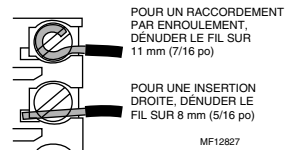
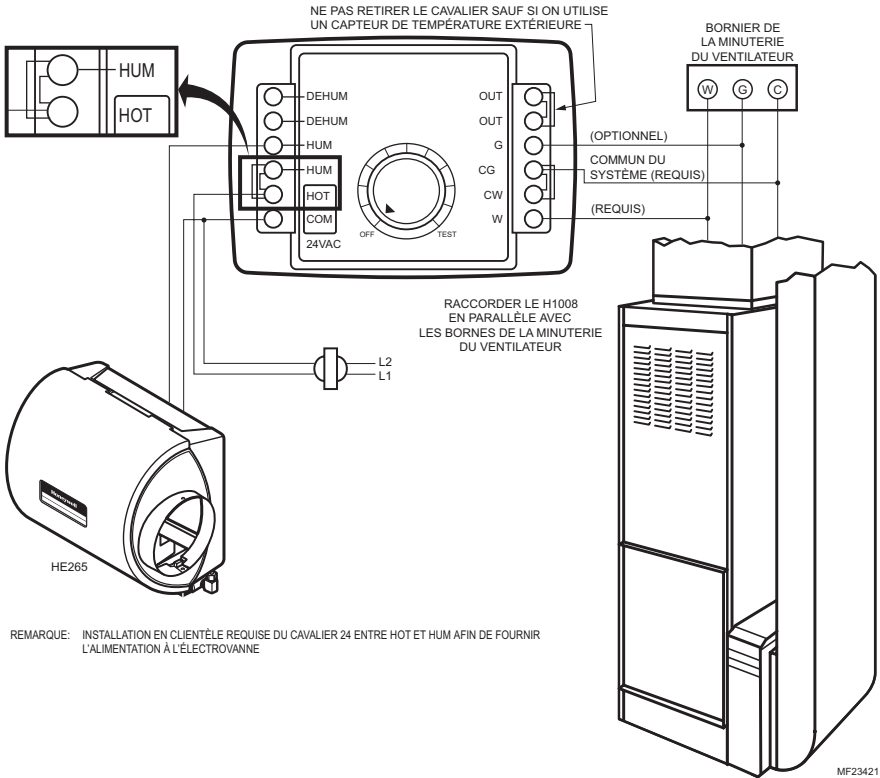

Fig. 4. Comment raccorder les fils correctement.
Fig. 5. Schéma de raccordement d'un hygrostat à humidificateur à circulation directe et à dérivation.
4. Faire passer un fil basse tension de l'humidificateur (déshumidificateur ou ventilateur du H1008D) et du matériel jusqu'aux bornes du régulateur. Voir Fig. 5 à 10. Raccorder les fils aux bornes par enroulement ou par insertion. Voir la Fig. 4.
3. Dans les systèmes de chauffage à deux transformateurs, raccorder CG au commun du transformateur du système de refroidissement et raccorder CW au commun du transformateur de chauffage. Il faut s'assurer que G et W sont raccordés aux bornes R des deux transformateurs (s'il n'y a qu'un transformateur, il faut laisser le cavalier entre CG et CW. Voir Fig. 5).